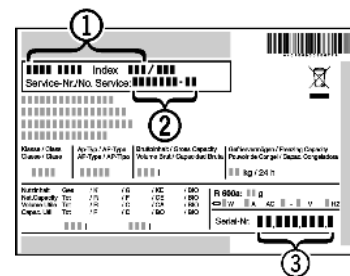

Fig. 7
- ▶ Denominación del aparato Fig. 7 (1), nº del servicio técnico Fig. 7 (2) y nº de serie Fig. 7 (3) en la placa de identificación. La placa de identificación se encuentra en la parte interior izquierda del aparato.
- ▶ Informe al servicio postventa e indique el fallo, la denominación del aparato Fig. 7 (1), el nº del servicio técnico Fig. 7 (2) y el nº de serie Fig. 7 (3) .